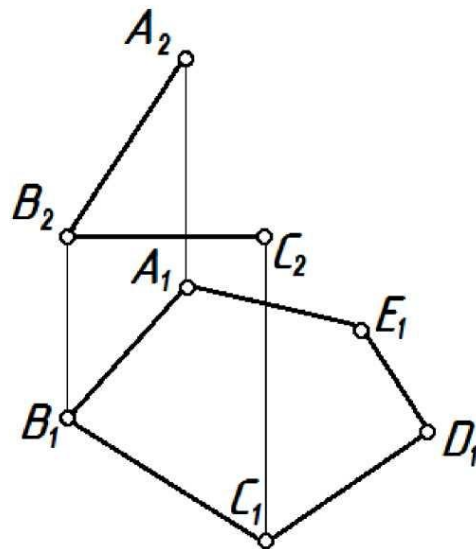

Рисунок 14 – Комплексный чертеж пятиугольника
**Задание 17. Найти фронтальные проекции точек  $E_2, D_2$  пятиугольника (ABCDE) (рисунок 14).**